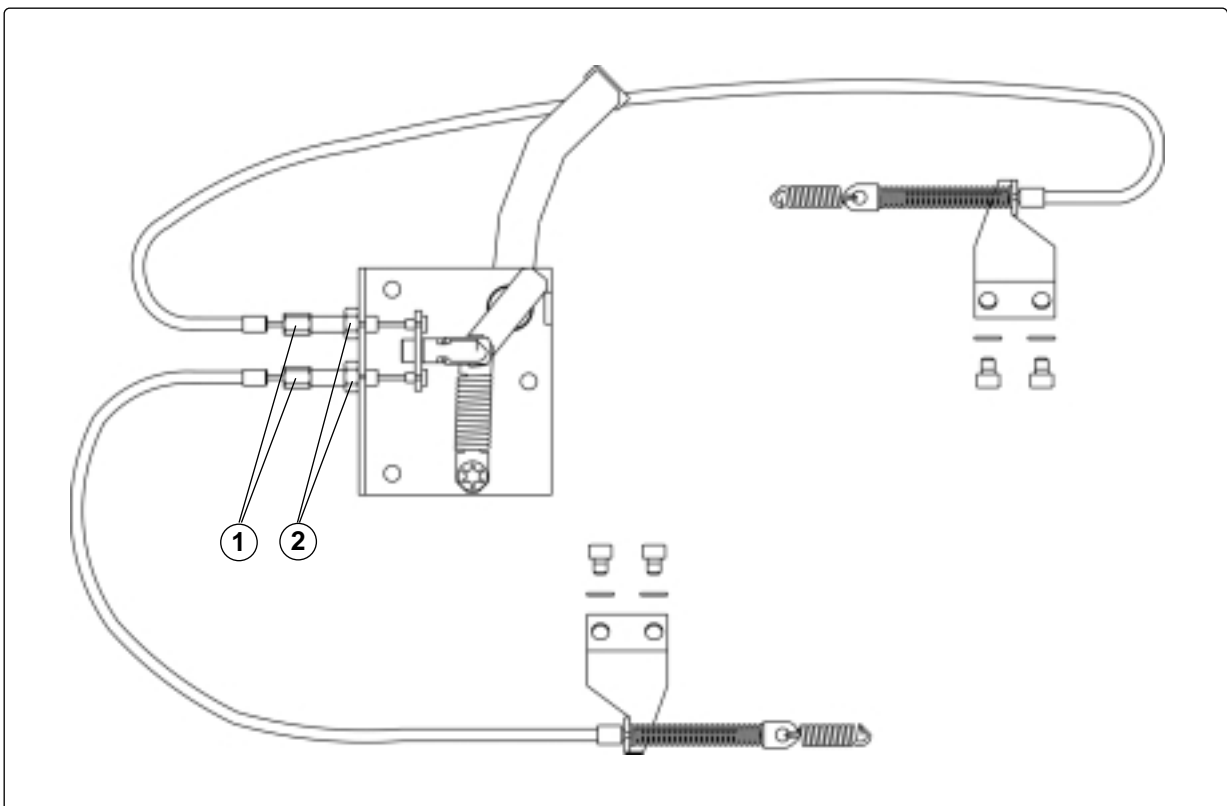

Abb. 15. Bremsentriegelungsmechanismus
3. Lösen Sie die Gegenmutter, siehe Abb. 15:2.
4. Schrauben Sie die Justierschraube ganz ein, siehe Abb. 15:1.